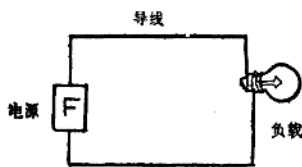

图 1—3 简单电路
2. 电路：电路就是能使电流流通的闭合回路。它是由电源、导线和负荷(也称负载)等组成。图1—3就是一个最简单的电路。